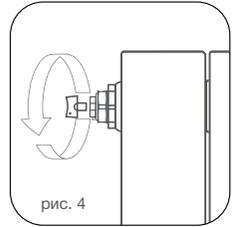

рис. 4
- 8.4. Для удаления воздуха из радиатора в верхний коллектор обязательна установка крана Маевского* или автоматического воздухоотводчика. Для удаления воздуха через кран Маевского необходимо периодически (несколько раз в год) вручную стравливать его с помощью специального ключа* (рис. 4)